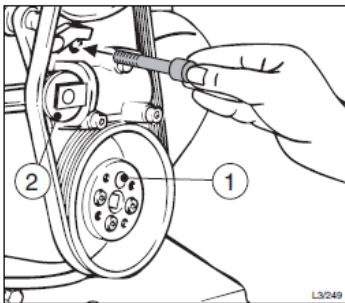

Abb. 51 – Ersatz-Gürtel
- Die Spannrolle „2“ zurück stellen und mit der zylindrischen Schraube arretieren (abb. 51).